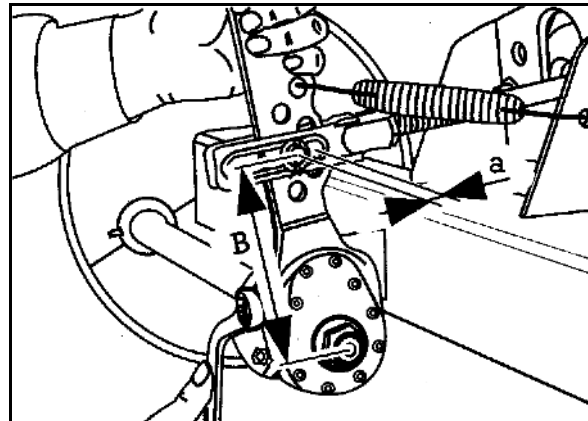

図 76
1. ホイールハブベアリングのあそびを確認するには、タイヤが浮くまで車軸を持ち上げます (図 76)。